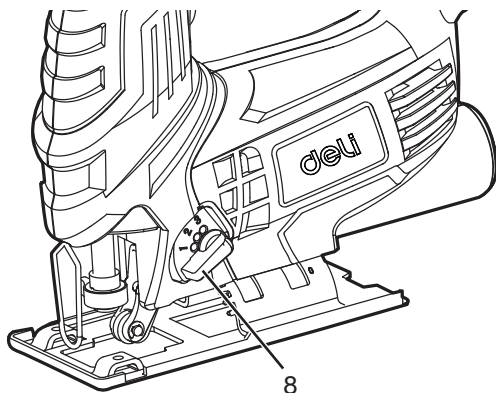

FIG. 6
**Nota:** Jamás se deberían cortar metales y maderas duras con acción orbital. Para ajustar la acción de corte, mueva la perilla de interruptor orbital (8) entre las cuatro posiciones de corte: 0, 1, 2, y 3. La posición 0 es el corte recto. Las posiciones 1, 2 y 3 son el corte orbital. La agresividad del corte aumenta en la medida que la perilla se mueva de uno a tres, siendo tres el corte más agresivo. (Véase la Fig. 6).